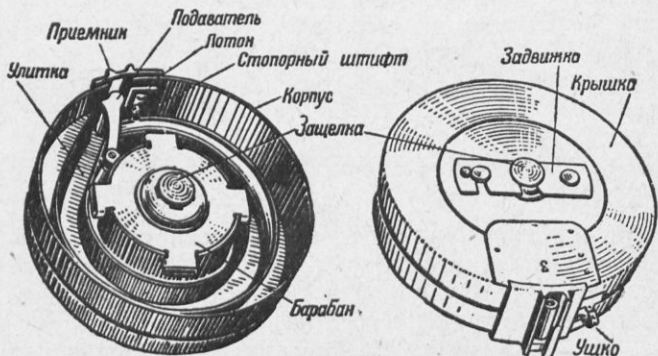

Рис. 22. Дисковый магазин
11. Дисковый магазин (рис. 22) служит для помещения в нём 71 патрона. Он состоит из кор-